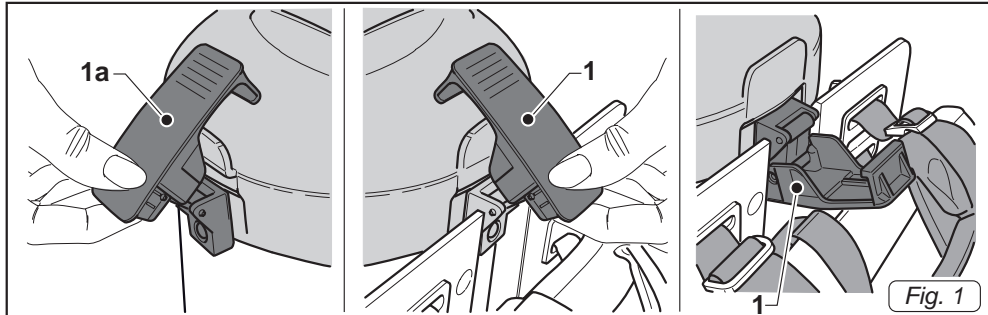
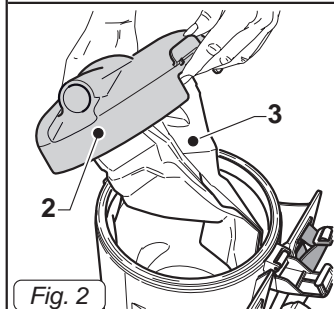

Fig. 1
Fig. 2
- Выпускайте рычаг (1а/1 Рис.1), удалите крышку (2 Рис.2), вместе с мешком (3 Рис.2).
- Блокируйте крышку с помощью рычага (1а/1 Рис.1).